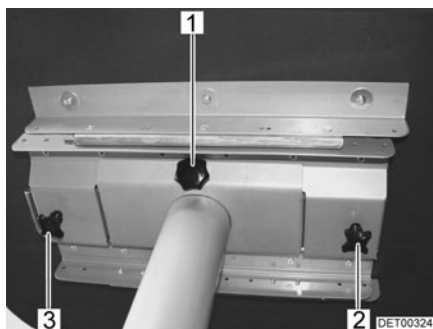

Fig. 86 Mesa fija (vista de abajo)
- Soltar los tornillos de fijación (Fig. 86,2 y 3).
- Desenroscar el tornillo de fijación (Fig. 86,1) completamente.
- Aflojar los tornillos moleteados (Fig. 86,2 y 3).